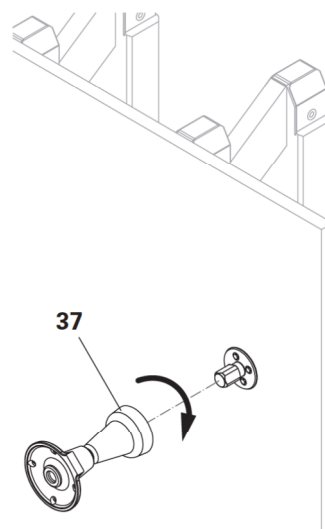

Fig. A2.17
3. Avvitare la predisposizione superiore preassemblata (**37**) sulla piastra di predisposizione M24 (**15**) e stringere fino in fondo. (Fig. A2.17 + A2.18)